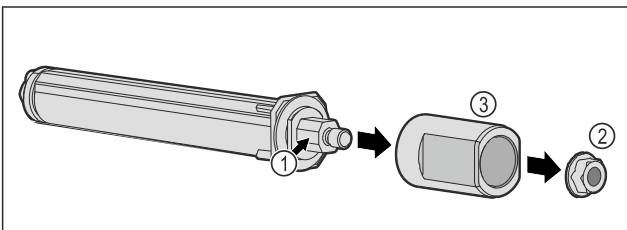

Fig. 58
- Älä pura ovijärjestelmää Fig. 58 (1) osiin.
- Poista mutteri Fig. 58 (2).
- Ota holkki Fig. 58 (3) pois.